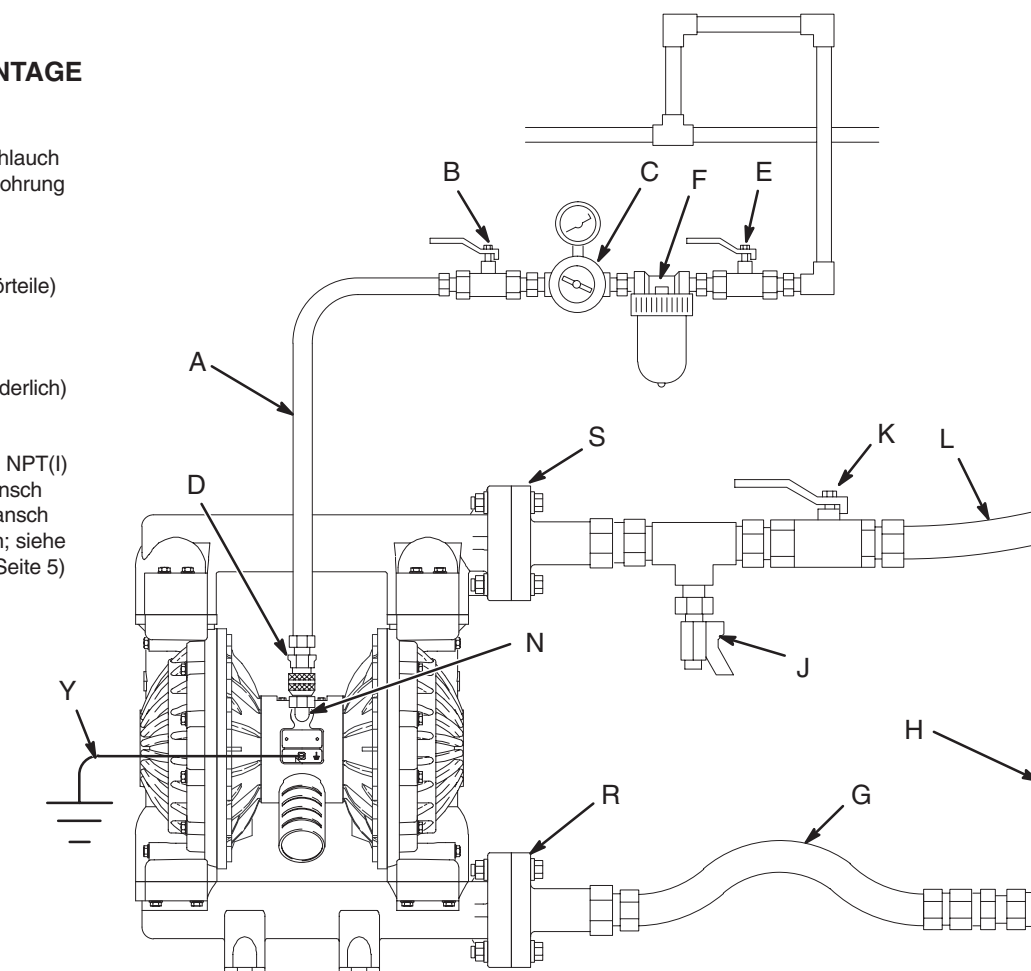

Abb. 2
- Die in Abb. 2 gezeigte typische Installation stellt nur eine Richtlinie für die Auswahl und den Einbau von Anlagenbauteilen dar. Bei der Planung einer Anlage entsprechend den Anforderungen wenden Sie sich bitte an den Graco-Händler oder an die Technische Abteilung von Graco.
In der Anlage ist ein Lufthahn (B) mit Entlastungsbohrung erforderlich, um zwischen diesem Ventil und der Pumpe eingeschlossene Luft abzulassen. Eingeschlossene Luft kann zu unerwartetem Anlaufen der Pumpe führen, was schwere Verletzungen zur Folge haben könnte, einschließlich Spritzern in die Augen oder auf die Haut, Verletzungen durch bewegliche Teile oder Vergiftung durch gefährliche Materialien. Siehe Abb. 2.
1. Luftleitung wie in Abb. 2 gezeigt befestigen. Diese Zubehörteile an der Wand oder an einer Halterung befestigen. Sicherstellen, daß die Luftzuleitung zu den Zubehörteilen elektrisch leitend ist.
- a. Zur Steuerung des Materialdrucks einen Luftregler (C) mit Anzeige einbauen. Der Material-Ausgangsdruck ist der gleiche wie die Einstellung des Luftreglers.
- b. Einen Lufthahn (B) mit Entlastungsbohrung in Pumpennähe einbauen und zum Ablassen eingeschlossener Luft verwenden. Siehe die nebenstehende **WARNUNG**. Einen weiteren Kugelhahn (E) vor allen anderen Zubehörteilen in die Luftleitung einbauen und diesen bei Reinigung und Reparaturen verwenden.
- c. Der Luftfilter (F) entfernt schädlichen Schmutz und Feuchtigkeit aus der Versorgungsdruckluft.
2. Einen elektrisch leitenden, biegsamen Luftschlauch (A) zwischen die Zubehörteile und den 1/2" NPT(i) Lufteinlaß (N) an der Pumpe einbauen. Siehe Abb. 2. Luftschlauch mit mindestens 13 mm (1/2") Innendurchmesser verwenden.
3. Luftschnellkupplung (D) an das Ende des Luftschlauches (A) anschließen; Kupplungsöffnung muß groß genug sein, um den Luftfluß nicht zu behindern, da dies die Pumpenleistung beeinträchtigen würde. Passenden Nippel satt in den Lufteinlaß der Pumpe einschrauben. Kupplung (D) erst bei Inbetriebnahme der Pumpe mit dem Nippel verbinden.
SCHEMA FÜR ABB. 2
Es ist ein Druckentlastungsventil (J) erforderlich, um den Druck im Schlauch im angeschlossenen Zustand zu entlasten. Dieses Ventil verringert die Gefahr schwerer Verletzungen beim Druckentlasten, einschließlich Spritzern in die Augen oder auf die Haut oder Vergiftung durch gefährliche Materialien. Das Ventil in der Nähe der Materialauslaßöffnung an der Pumpe einbauen. Siehe Abb. 2.
1. Der Materialauslaß (S) der Pumpe besitzt einen 50,8 mm großen Flanschanschluß. Siehe Abschnitt **Flanschanschlüsse** auf Seite 8.
2. In der Nähe der Material-Auslaßöffnung ein Materialablaßventil (J) einbauen. Siehe **WARNUNG** oben.
3. In die Materialauslaßleitung ein Startventil (K) einbauen.